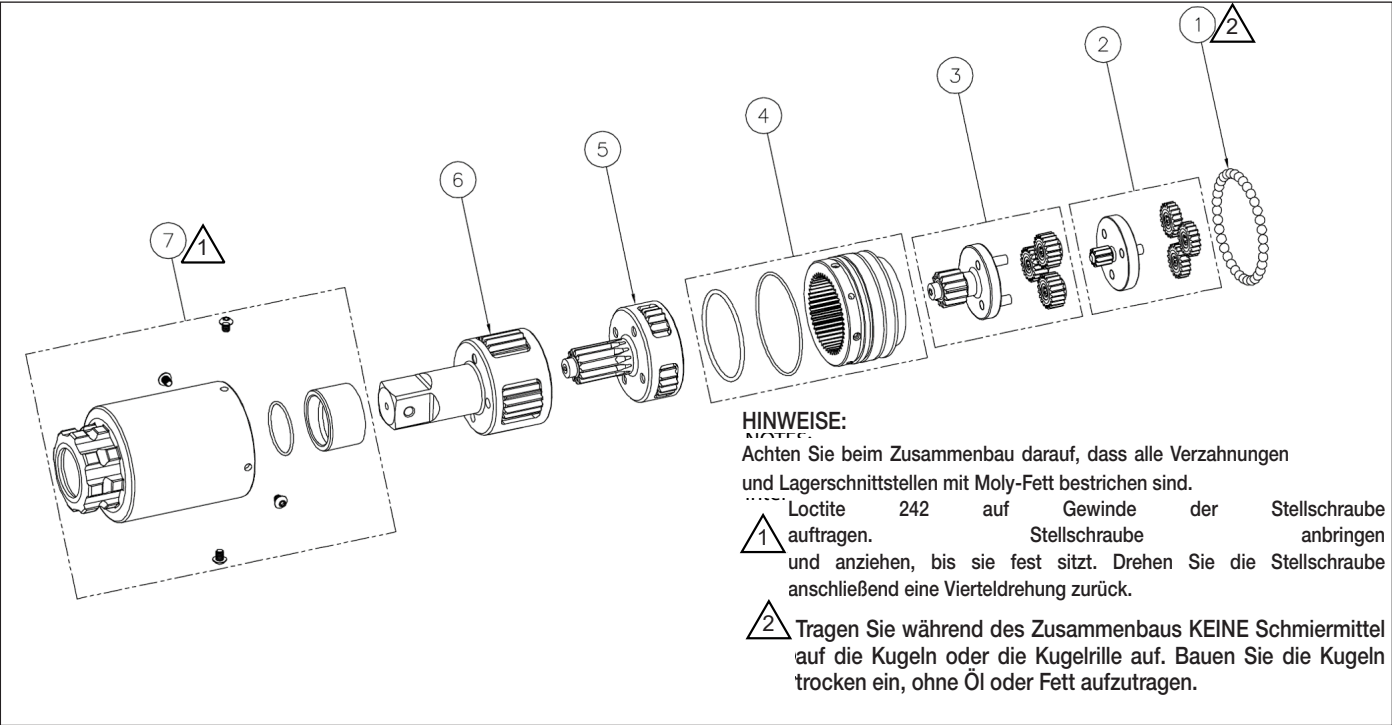

Abbildung 11: TW2000SR Getriebe-Baugruppe
9.6.1 Tabelle der Teile (Abbildung 11)